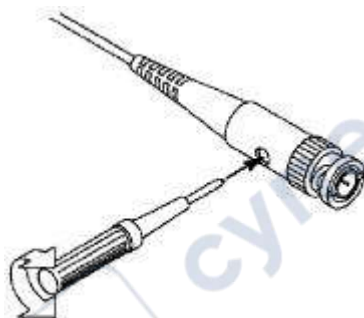

图 3-7: 探头调整
- 2、检查所显示的波形，调节探头，直到补偿正确。见图 3-6，图 3-7。